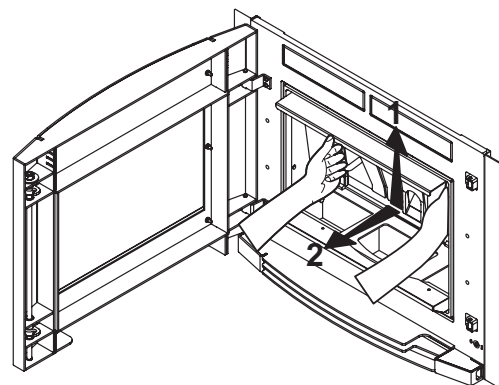

Fig.15.7
- 1) Das Gusseisen so anheben, dass es aus den Einrastungen an der Unterseite ausrastet (einige Modelle sind mit Griffen ausgestattet, um das Herausnehmen zu erleichtern, siehe Abb. 15.7 A).
- 2) Den unteren Teil des Gusseisens zur Tür neigen und ganz herausziehen. (Abb.15.7 A - B).